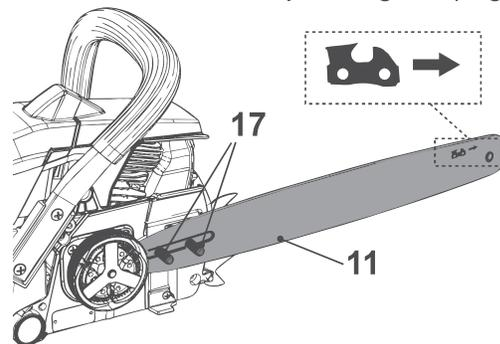

Fig. 2
3. Coloque a ranhura da guia (11) sobre os parafusos (17). Certifique-se de que a guia (11) é instalada com o símbolo de “navalha” da corrente no topo da guia (Fig. 2).